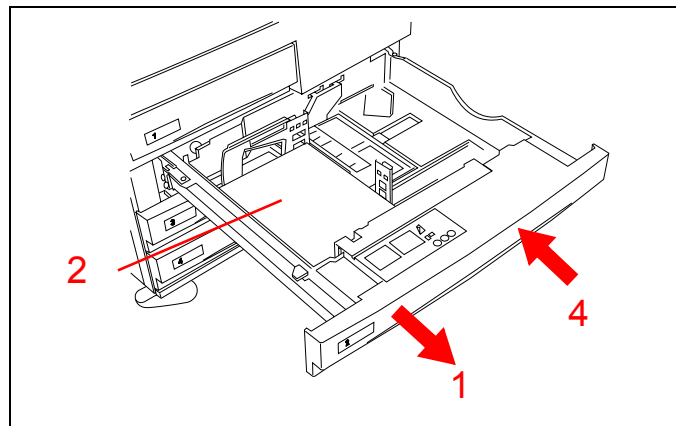

Figure 20
1. *Figure 20. Ouvrez le magasin avec précaution. Si vous entendez un froissement ou un déchirement, arrêtez immédiatement. Essayez d'attraper le papier coincé et de le dégager sans ouvrir le magasin complètement.*